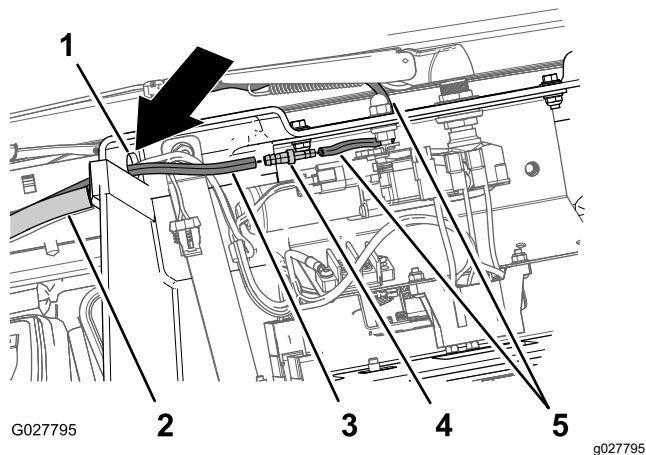

Рисунок 20
1. На потолочной консоли проложите один конец шланга через отверстие в потолочной консоли (**Рисунок 20**).
2. Вставьте малый конец шлангового штуцера типа «елочка» в конец шланга со стороны рычага стеклоочистителя до полной посадки штуцера (**Рисунок 20**).
3. Вставьте большой конец шлангового штуцера типа «елочка» в конец шланга до полной посадки штуцера (**Рисунок 20**).